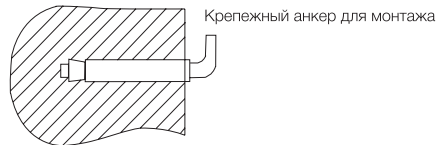

Рис. 2.
2. После выбора места монтажа определите места под два крепежных болта с крючками (в зависимости от спецификаций выбранного изделия). Прodelайте в стене два отверстия необходимой глубины с помощью сверла размером, соответствующим размеру крепежных болтов, вставьте винты, поверните крючок вверх, плотно затяните гайки, а затем установите на него электрический водонагреватель (см. рис. 2).